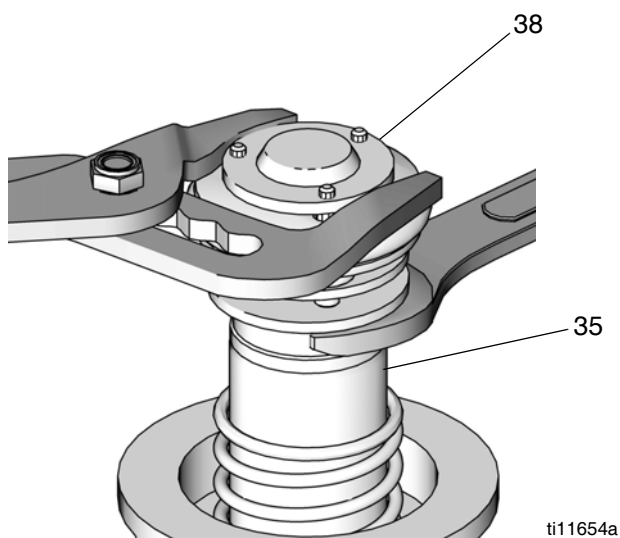
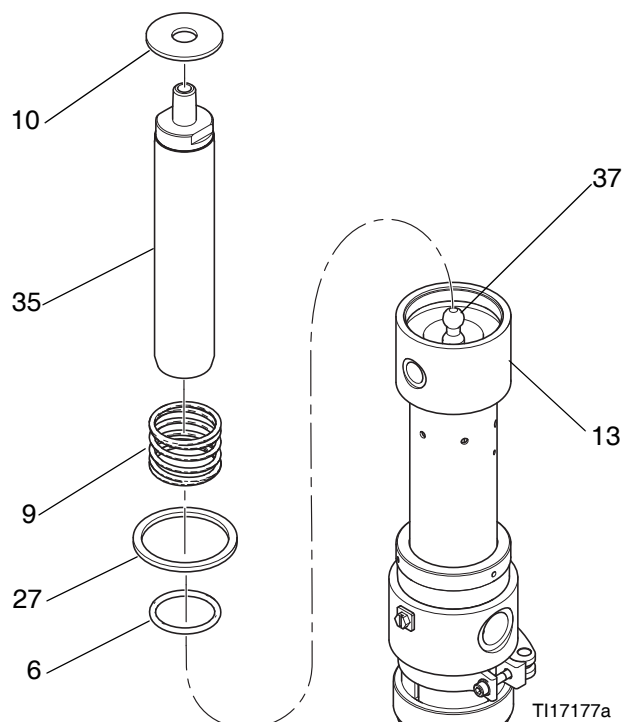

FIG. 11
FIG. 13
- Använd en tång på luftventilkolvens topplatta (38) och en skiftnyckel på kolvstången (35) för att skruva loss luftventilkolven från kolvstången. Se FIG. 11.
- Avlägsna rundbrickan (10), den nedre fjädern (9) och packningen (27). Kontrollera om det finns slitage eller skada och byt ut delar vid behov. Se FIG. 13.
- Montera tillbaka o-ringen (6). Sätt tillbaka kolvstången (35) och pumpens kopplingsstång (37). Se FIG. 13.
- Sätt tillbaka packningen (11), fjädern (9) och brickan (10). Återmontera kolven (38). Applicera gängtätning på kolvstångens (35) gängor och skruva försiktigt fast kolven (38) på stängens. Se FIG. 11 och FIG. 13.